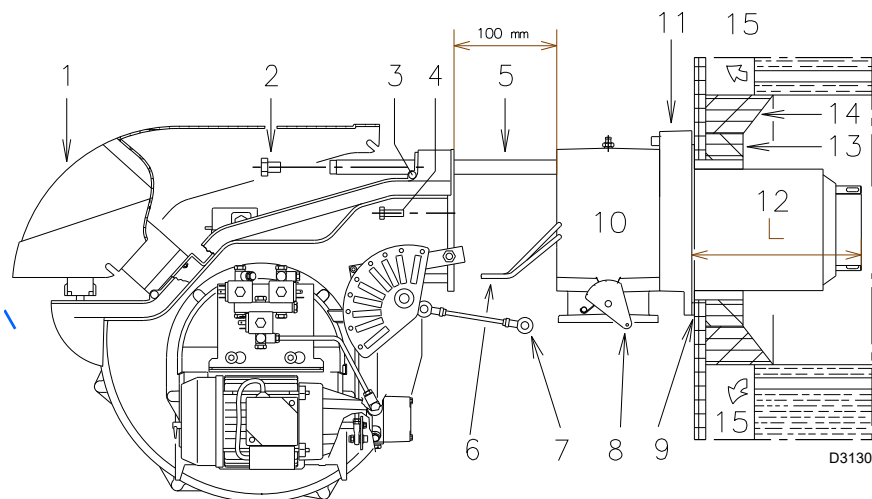
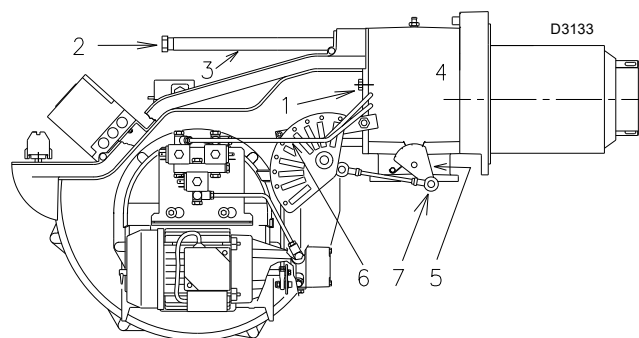

Fig. 14
Fig. 19
Pentru centralele cu trecere frontală a gazelor arse 15)(Fig. 14 la pag. 19) sau cu cameră de flacără inversă, o căptușeală refractară 13), între căminul refractar 14) și duza 12).
Pentru cazanele cu partea frontală răcită cu apă, căptușeala refractară 13)-14)(Fig. 14 la pag. 19) nu este necesară, cu excepția cazului în care se solicită în mod expres de către producătorul cazanului.
Separați capul de combustie de restul arzătorului Fig. 14:
- Deconectați cablurile electrozilor și apoi scoateți complet arzătorul din ghidaje. Fixați manșonul cu flanșa 11)(Fig. 14) pe placa cazanului prin interpunerea scutului de izolație 9)(Fig. 14) furnizat.
Montați la loc arzătorul pe ghidaje 3)(Fig. 19) la aproximativ 100 mm de manșon 4)(Fig. 19); consultați arzătorul în poziția ilustrată în Fig. 14.
Introduceți firele electrodului și apoi glisați arzătorul pe manșon, arzătorul în poziția indicată de Fig. 19.
Înlocuiți șuruburile 2) de pe ghidaje 3)(Fig. 19).
Fixați arzătorul pe manșon cu șuruburi 1)(Fig. 19).
Reconectați conductele diesel înșurubând cele două fittinguri 6)(Fig. 14).
Suspendați articulația 7) de sectorul gradat 5)(Fig. 19).